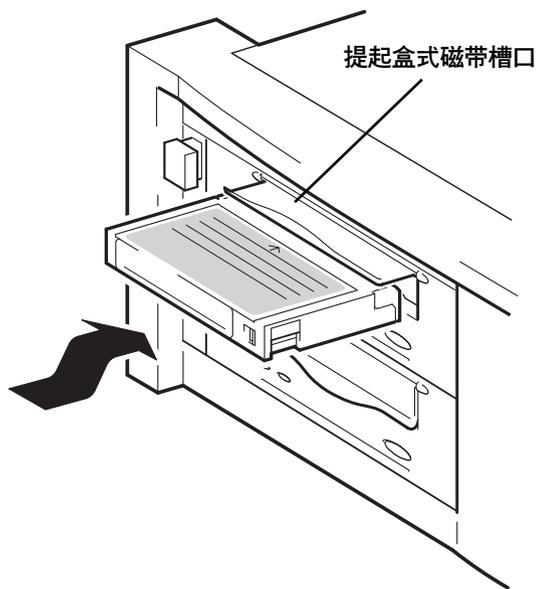

图 6a: 装入盒式磁带
- 1 提起磁带机前面的盒式磁带槽口，并将盒式磁带插入到磁带机前面的插槽中，白色箭头位于最上方并指向磁带机槽口。轻轻推压，直到磁带机接收磁带并将其装入。（见图 6a。）